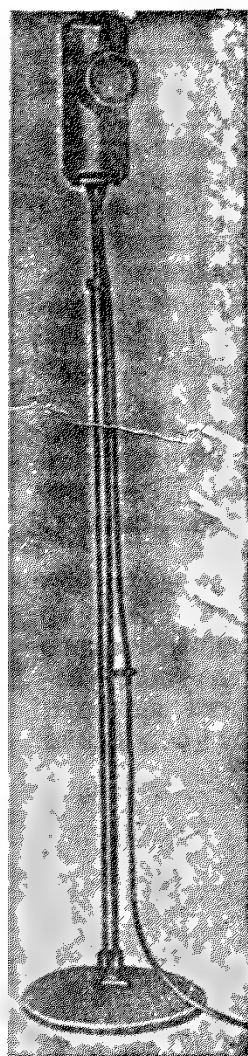
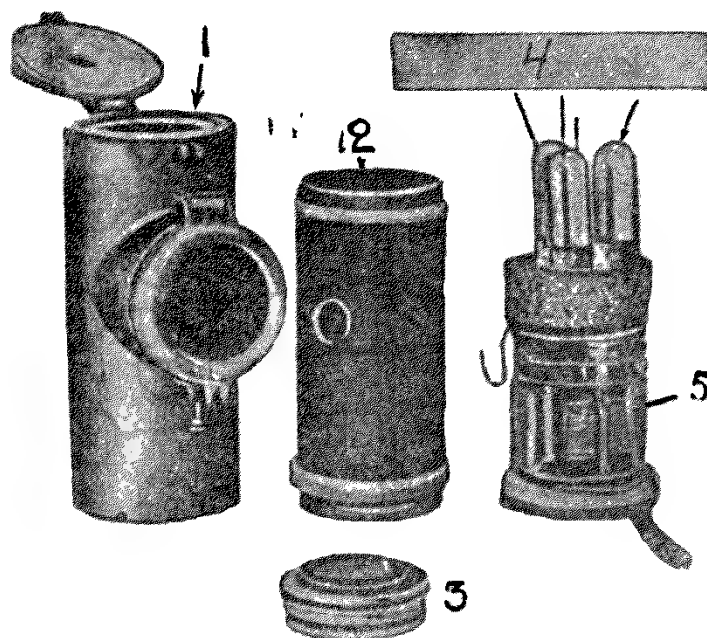

Рис. 4. Американский конденсаторный микрофон фирмы „Радиокорпорейшен“
Рис. 5. Детали микрофона „Радиокорпорейшен“
На рис. 4 изображен американский конденсаторный микрофон фирмы „Радиокорпорейшен“ типа 1005 А, собранный по низкочастотной схеме. На рис. 5 даны детали его: защитный алюминиевый кожух — экран (1), мягкая прокладка для изоляции усилителя от звука (2), капсюль конденсаторного микрофона (3), 4 и 5 — трехламповый усилитель и выходной трансформатор